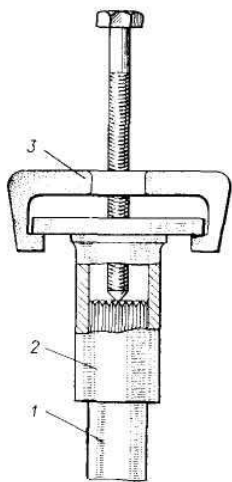

Рис. 152. Спрессовка фланца с полуоси:
- при помощи съёмника спрессуйте фланец с полуоси (рис. 152);